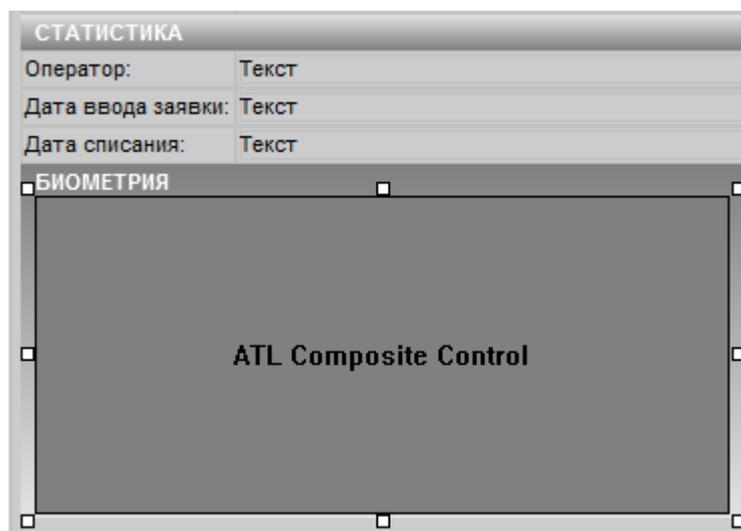

Рисунок 12 — Добавление окна ATL Composite Control
- Далее откроется диалоговое окно выбора файлов, в котором нужно указать путь к файлу **C:/Program Files(x86)/<%FILES%/HTMLForms/input-biometric.htm**, выбрать файл из списка и нажать на кнопку **Открыть**, после этого загрузится форма с элементом ввода биометрических данных, поставляемая с ПО ITRIUM (рисунок 12).